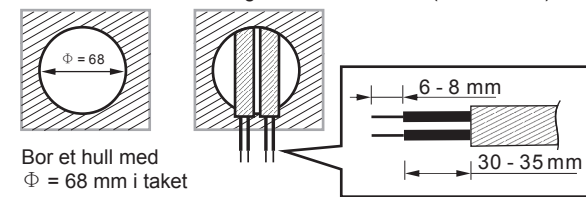

FIG. 10
3.3.2.1 For å installere sensoren må du bore et hull med en diameter på 68 mm i takbordet og holde strømledningen på utsiden. Vennligst ta av 6-8 mm av kabelarmeringen for kabeltrekk (se FIG. 10).